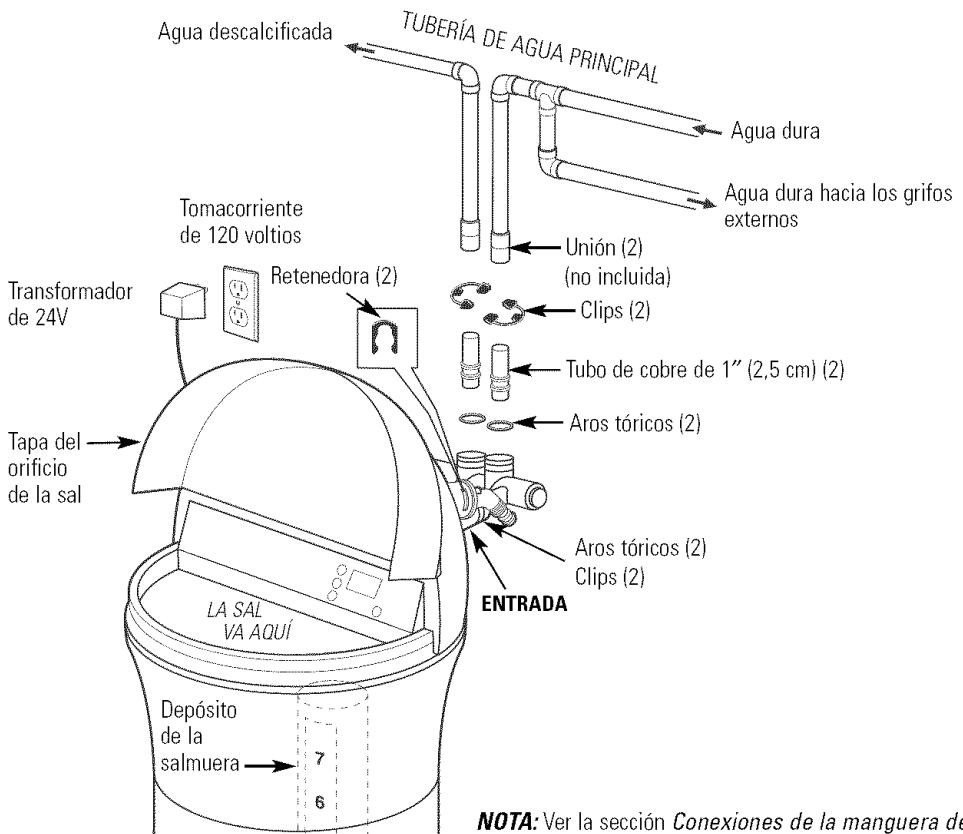

Fig. 1
Consulte la *Ilustración de instalación normal*, Fig. 1. Úsela como una guía para planificar su instalación particular. **Cerciórese de dirigir el suministro de agua dura entrante al acoplamiento de admisión de la válvula del descalcificador.** La válvula está marcada **IN (ENTRADA)** y **OUT (SALIDA)**. Consulte la ilustración en la página 33 como ayuda para la preparación.
- CERCÍORESE DE QUE EL SUMINISTRO DE AGUA DURA DE ENTRADA ESTÉ DIRECTAMENTE CONECTADO AL PUERTO DE ENTRADA DE LA VÁLVULA DEL DESCALCIFICADOR. Si el flujo del agua de la casa viene desde la izquierda, use una **vía de enlace** de plomería como se muestra en la Fig. 1, página 33. Si el agua de la casa fluye hacia arriba desde el piso de la casa, voltee la válvula de bypass boca abajo como se muestra en la figura 3c.